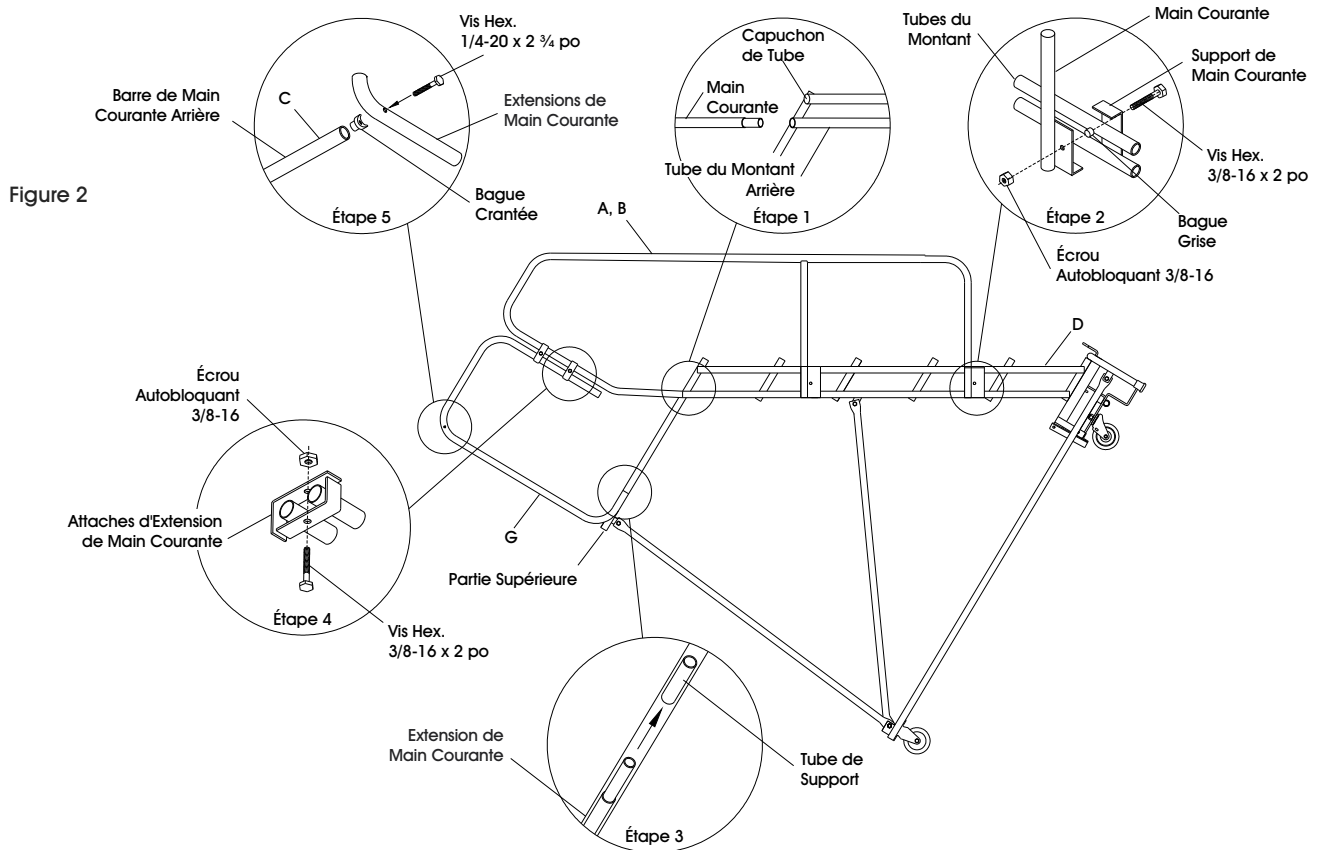

Figure 2
1. Avec l'échelle placée sur son côté, installez la main courante latérale (A) dans les tubes de montant arrière. Au besoin, utilisez le maillet en caoutchouc pour joindre les pièces. (Voir Figure 2, Étape 1)
2. Serrez la main courante latérale à l'extérieur des tubes du montant à l'aide des supports détachés de main courante, de vis d'assemblage à tête hexagonale (H.H.C.S.) de 3/8-16 x 2 po, des bagues grises et des écrous autobloquants. (Voir Figure 2, Étape 2)
3. Répétez l'étape 2 avec la main courante latérale (B).
1. Installez les panneaux d'extension de main courante (G) dans les tubes de support situés sur le côté de la partie supérieure de 20 po ou 30 po de profond. (Voir Figure 2, Étape 3)
2. Serrez les panneaux d'extension de main courante aux mains courantes latérales à l'aide d'attaches d'extension de main courante, de vis d'assemblage à tête hexagonale de 3/8-16 x 2 po et d'écrous autobloquants. (Voir Figure 2, Étape 4)
1. Détachez la barre de main courante arrière (C) de la main courante ou du panneau d'extension.
2. Insérez une bague crantée dans chaque extrémité de la barre de main courante arrière (C).
3. Placez la barre de main courante arrière entre les trous de fixation des mains courantes latérales (A) et (B). Fixez à l'aide de (2) vis d'assemblage à tête hexagonale de 1/4-20 x 2 3/4 po. (Voir Figure 2, Étape 5)